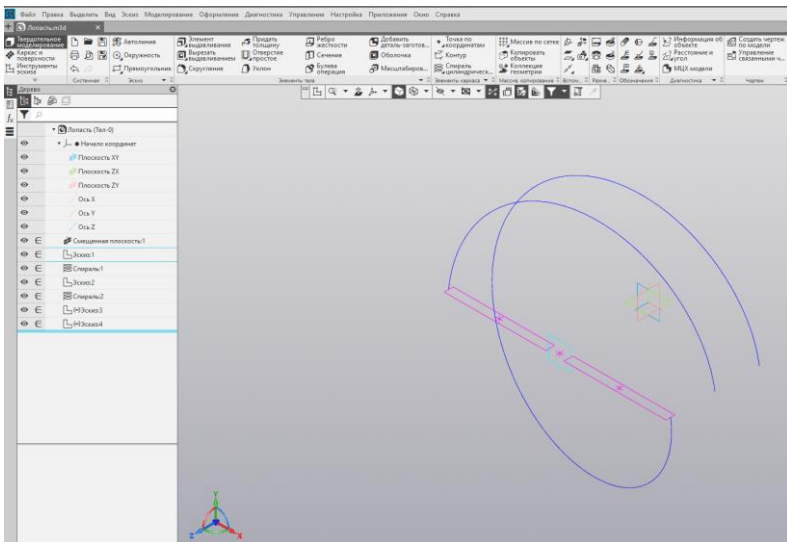

Рис. 48.
7) Включите в Дереве построения отображение спиралей и эскизов. Для наглядности установите ориентацию Изометрия (рис. 48).